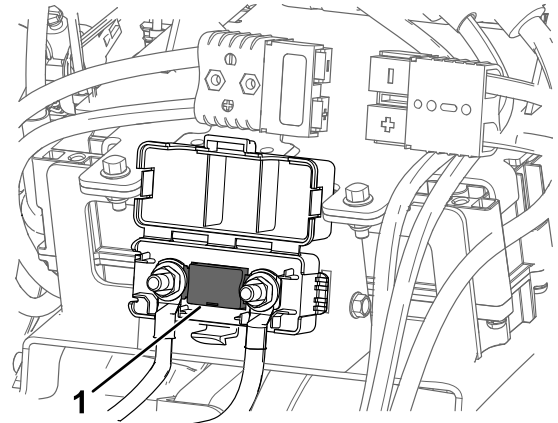

Figure 33
6. Localisez le fusible et remplacez-le (Figure 33).